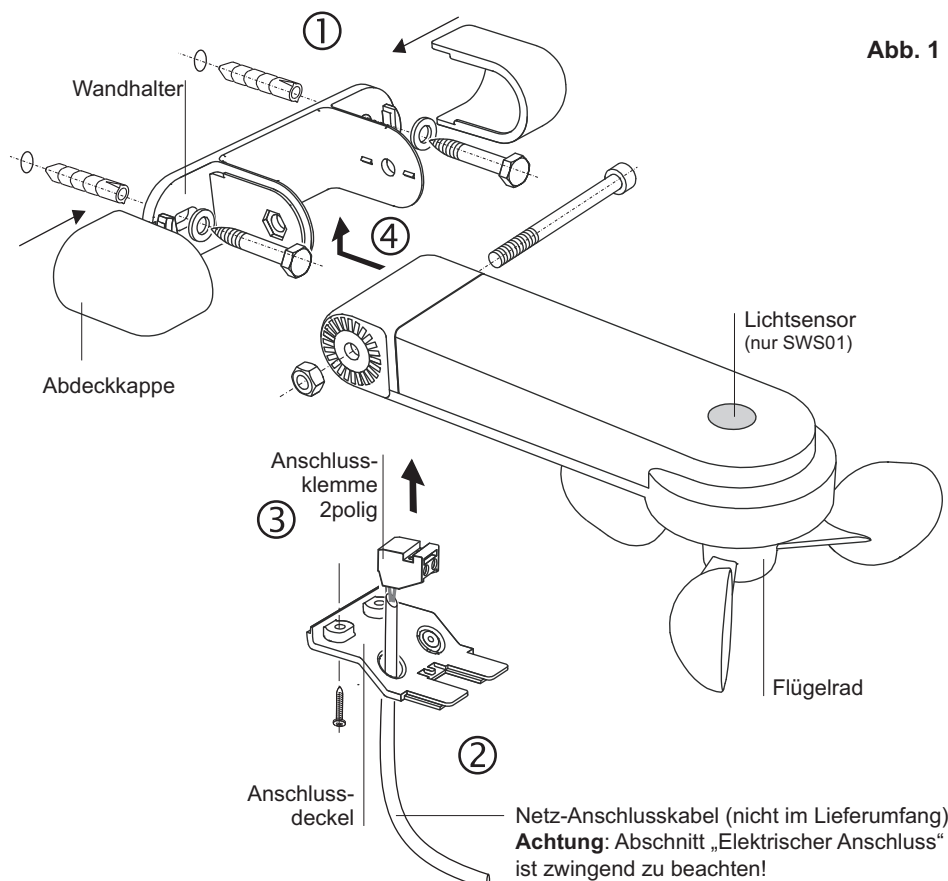

Abb. 1
2. Rasten Sie den Anschlussdeckel in das Gehäuseunterteil des Sensors ein und schrauben Sie ihn mit den beiliegenden Linsenschrauben fest (siehe Abbildung 1).